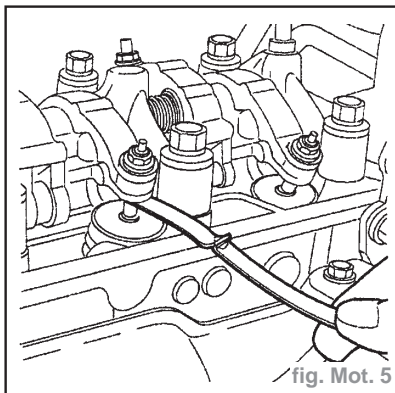

fig. Mot. 5
- le couvre-culasse (1) et son joint
- les deux entretoises (2)
- la tôle déflexrice (3)
- Contrôler avec une jauge d'épaisseur le jeu entre culbuteur et soupape (fig. Mot. 5).